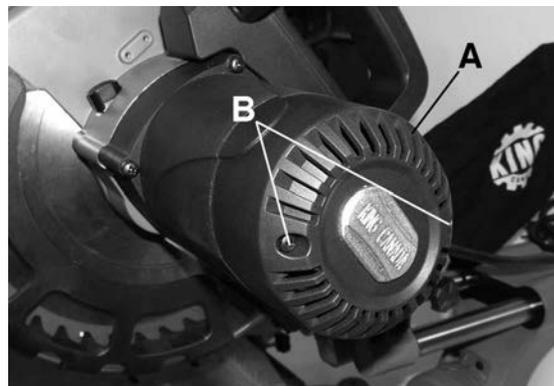

FIGURE 22
Retirez et vérifiez l'état des balais de carbone périodiquement (normalement à tous les 50 heures d'opération). Ils se trouvent à l'intérieur du boîtier du moteur. Utilisez un tournevis pour dévisser les 2 vis à tête bombée (B) Fig.22 qui retiennent le couvercle du boîtier du moteur (A).